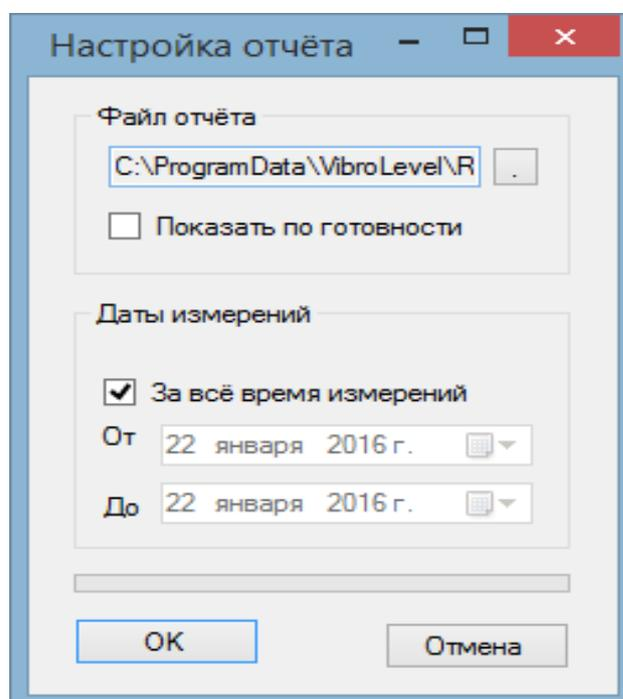

Рисунок 4.19.2
3. В появившемся окне, рисунок 4.19.2, установить следующие параметры: